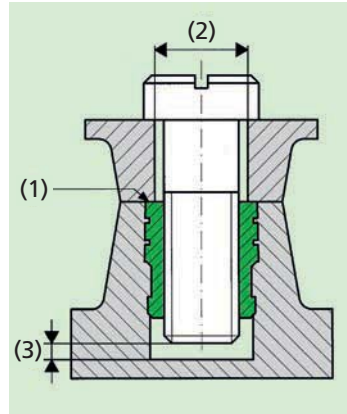

Bild 16
Das zu befestigende Teil soll auf dem Gewinde-Einsatz aufliegen, siehe Bild 16 (1).
**Die Bohrung (2) deshalb eng dimensionieren und nicht ansenken.**
Mubux®-A mit Führungsansatz nach unten in das Aufnahmeloch einsetzen und mit Handhebel oder kleiner Presse eindrücken (siehe Bild 16). **Mubux®-A nicht mit dem Hammer einschlagen!**